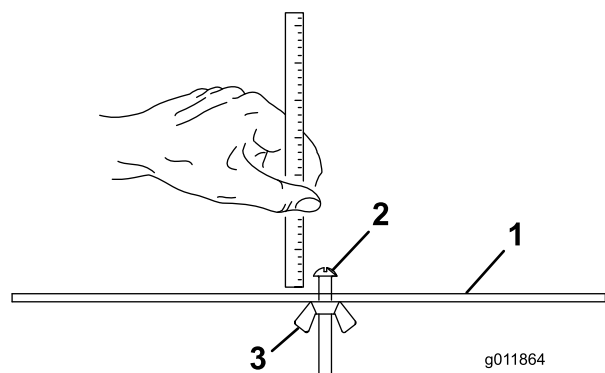

Figura 15
2. Desaperte a porca da barra indicadora (Figura 15) e regule o parafuso de ajuste para a altura de corte desejada.